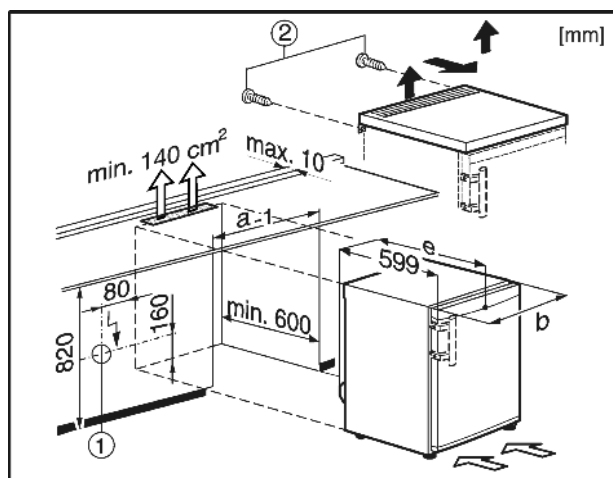

Fig. 9
Stikdåsen Fig. 9 (1) må ikke være placeret direkte bag ved skabet og skal være let tilgængelig.
- ▶ Skrue Fig. 9 (2) fjernes på bagsiden.